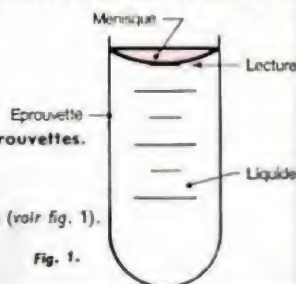

Fig. 1.
- Effectuer la lecture du débit au niveau inférieur du ménisque (voir fig. 1).